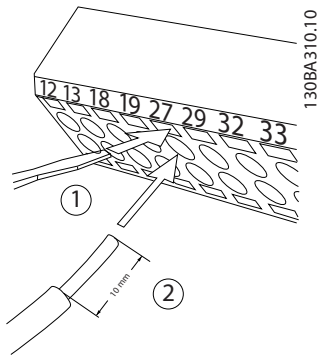

Abbildung 3.30 Anschluss der Steuerleitungen
- Öffnen Sie den Kontakt, indem Sie einen kleinen Schraubendreher in die rechteckige Öffnung über bzw. unter dem entsprechenden Kontakt einführen und damit die Klemmfeder öffnen (siehe *Abbildung 3.30*)